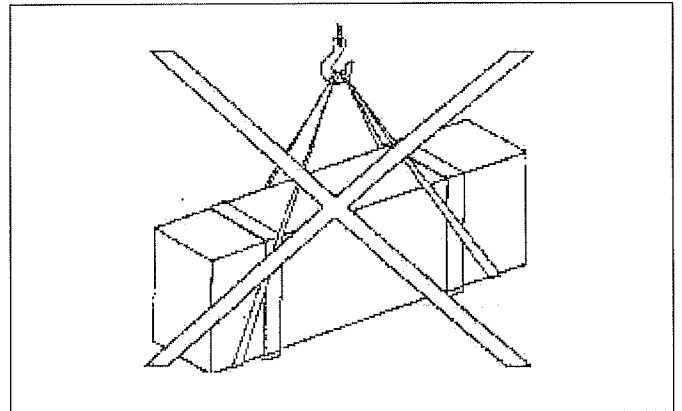

Рис. 2.
**НИКОГДА** не пытайтесь поднимать или перемещать подъемник на подъемных тросах (Рис. 2).